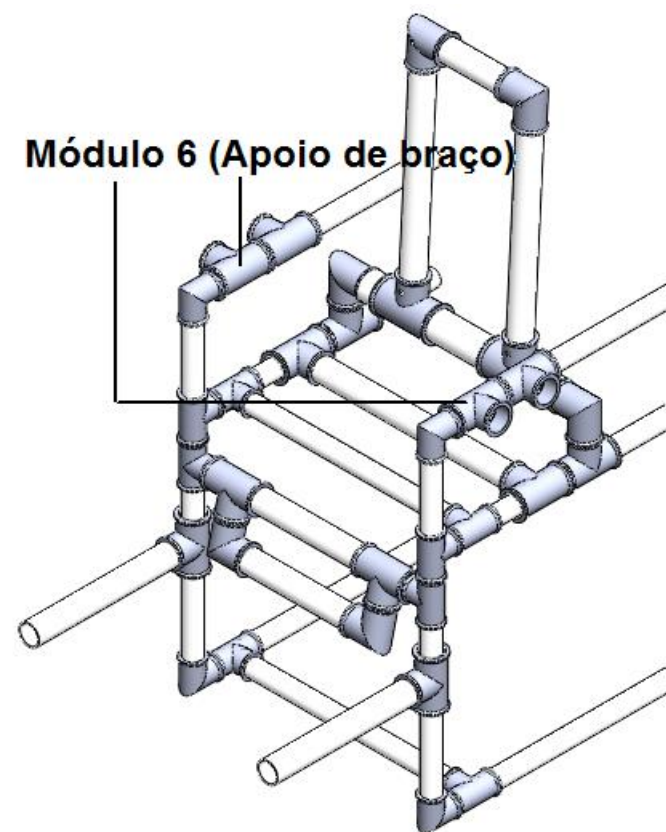

Figura 48. Montagem Final – Passo 21
- Passo 21: Coloque o módulo 6 (Apoio de braço) nos canos 454X32 mm do conjunto montado no passo 14, como mostrado na figura 48 (1 unidade);